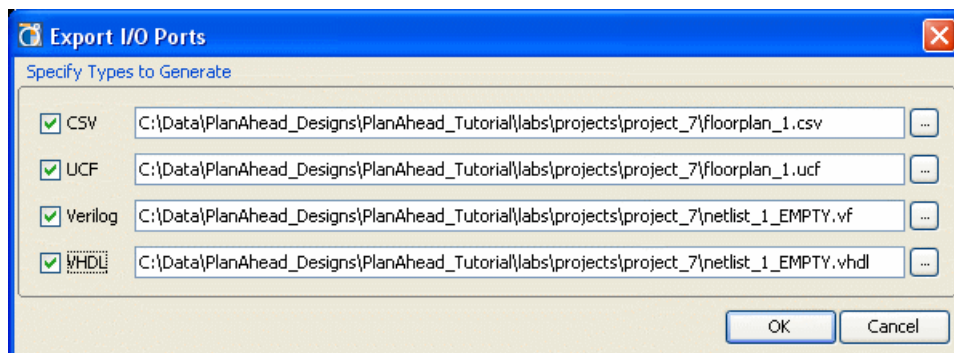

図 8-31 : I/O ポート リストのエクスポート
1. I/O ポート リストの情報をエクスポートするには、[File] → [Export] → [Export I/O Ports] コマンドをクリックします。図 8-31 に示す [Export I/O Ports] ダイアログ ボックスが開きます。